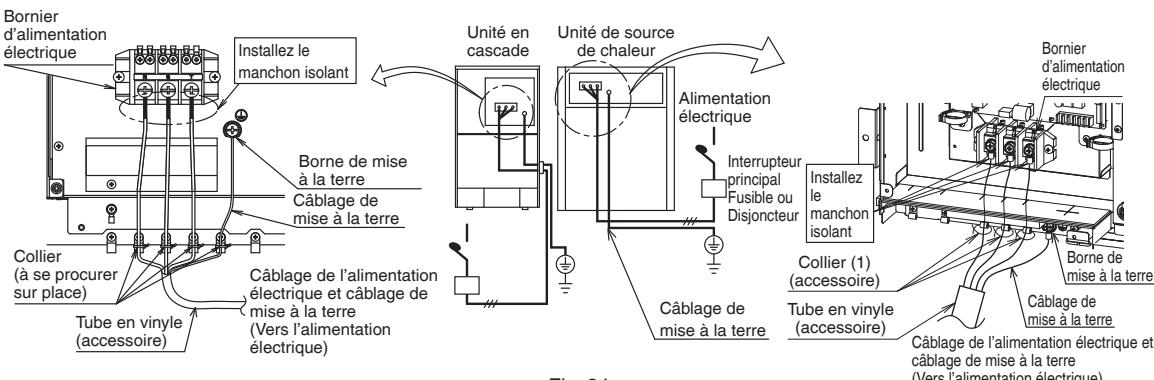

Fig. 24
- Après le raccordement, fixez-le à l'aide des colliers comme indiqué dans la Fig. 24. Utilisez les colliers fournis pour l'unité de source de chaleur et préparez séparément les colliers pour l'unité en cascade.
- Pour le câblage de mise à la terre de l'unité de source de chaleur, utilisez le collier (1) fourni pour le relier au câblage de l'alimentation électrique en suivant la procédure de la Fig. 24 de façon à ce qu'aucune force externe ne soit appliquée à la borne.